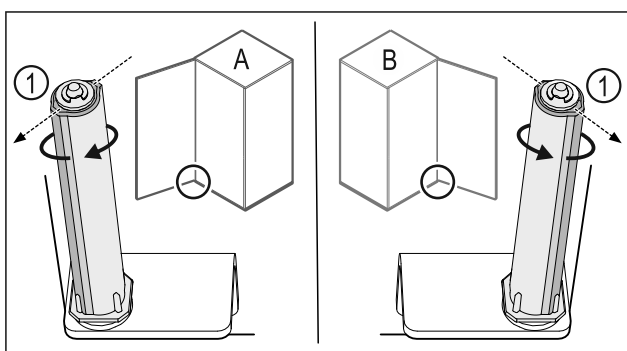

Fig. 49 Vänsterhängd (A)/högerhängd (B)
- Vrid låssystemet mot motståndet, tills låssystemets klack Fig. 49 (1) är vänd utåt.